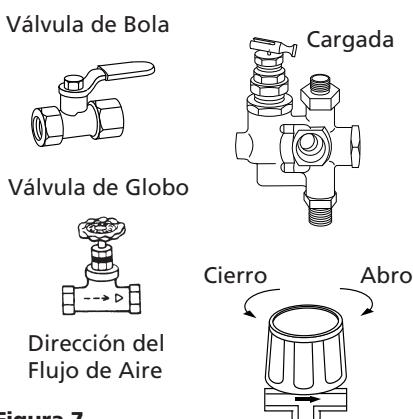

Figura 7
9. Despues de aproximadamente 30 minutos, baje la palanca del descargador hasta la posición loaded (cargado) y gire la perilla del regulador en el mismo sentido de las agujas del reloj (Vea la Figura 7). El compresor comenzará a suministrarle aire al tanque.